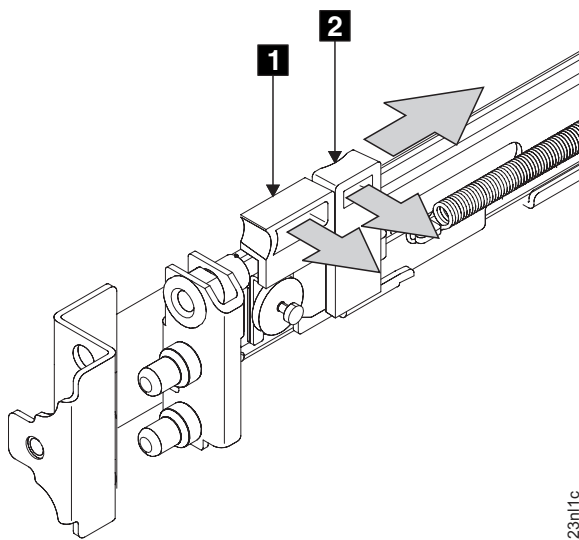

図 64. 前部ラッチ・ロック・キャリア・アセンブリーを開く
3. ラッチ・レバー **1** をレール (326 ページの図 64) の終端の方向に動かしながら、ラッチ・ロック **2** をレールから離れる方向に静かに押します。ラッチ・